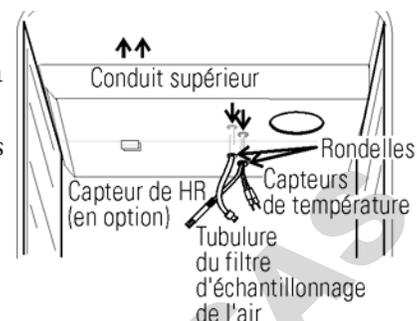

Figure 5-3. Traversées de passage
13. Installez le conduit supérieur en plaçant les capteurs de température, la tubulure d'échantillonnage de l'air (et le capteur de HR, le cas échéant) dans les orifices appropriés du conduit à mesure que vous le soulevez en haut de la cuve. Veillez à ne pas faire tomber les rondelles de caoutchouc à travers le conduit. Voir Figure 5-3.